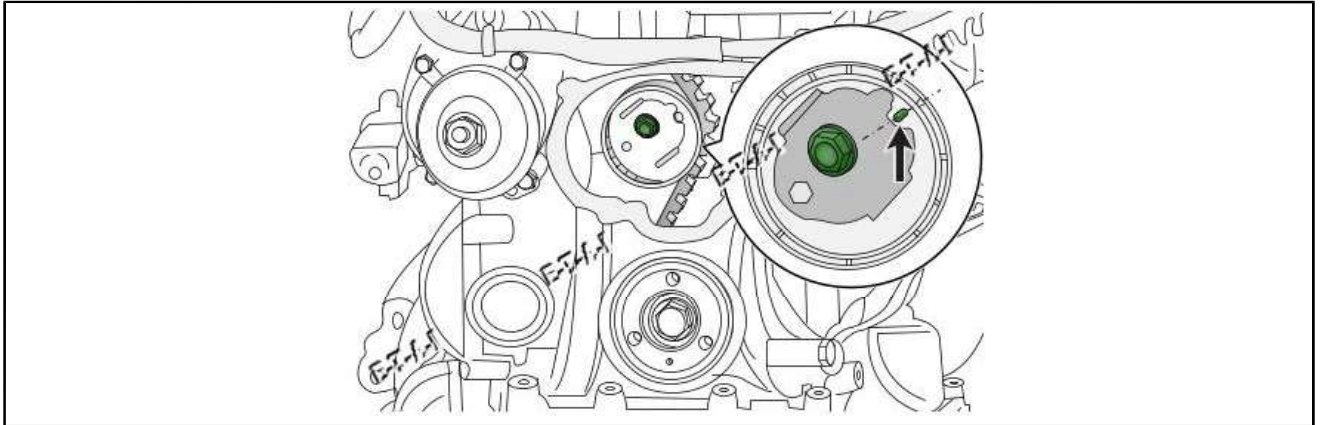

Fig.21
- Vérifier la position du tendeur Fig.21